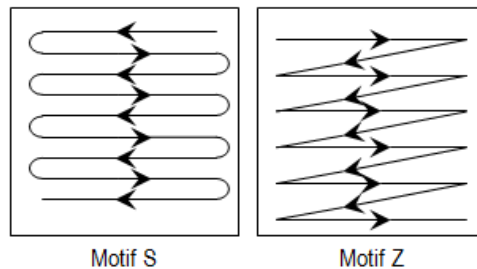

Figure 1. Motifs proposés et orientation de l'essuyage
1. En appliquant une pression sur le filtre essuyer la surface en suivant l'un des motifs proposés, S ou Z (Figure 1).